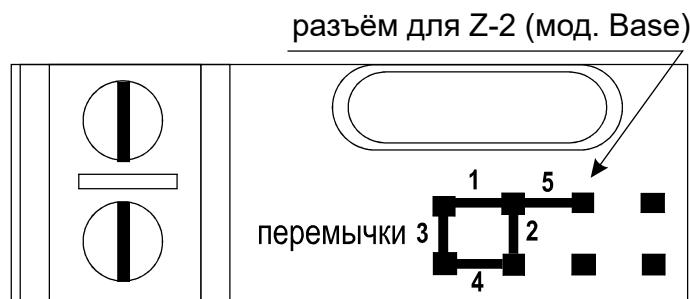
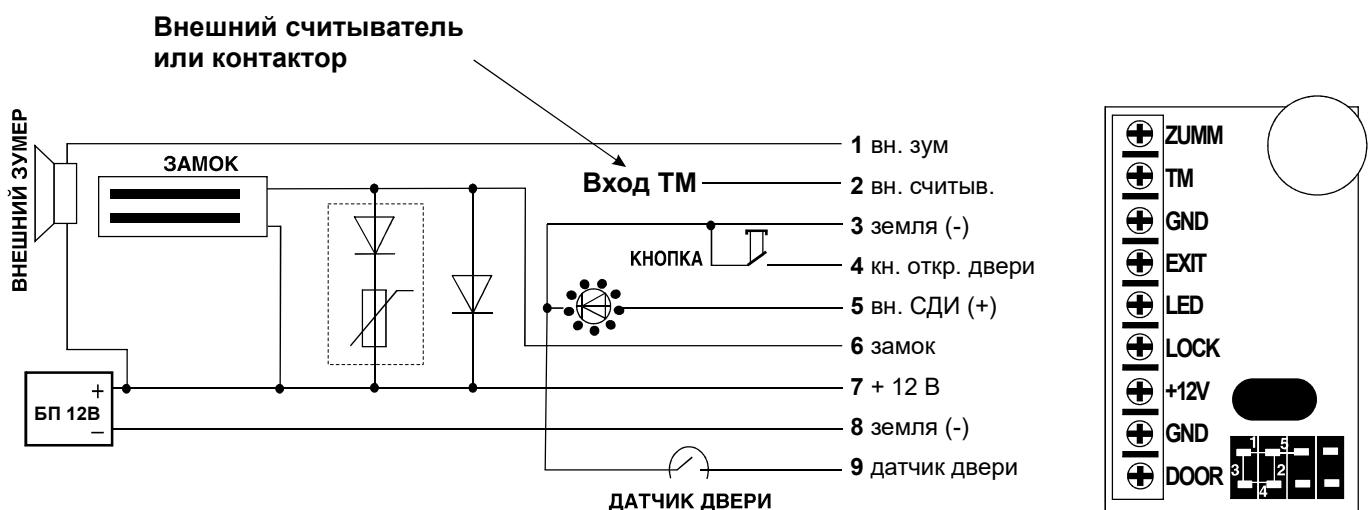

Рис. 3 Положение перемычек
Рис. 6 Подключение внешних устройств
В комплект поставки контроллера Z-5R входит перемычка, которая используется для программирования контроллера (всего пять положений) (см. рис.3).
Для уменьшения этой зависимости в контроллер встроена схема гашения тока, которая превращает «лишнюю» энергию в обмотке замка в тепло, что существенно сокращает время срабатывания замка. Однако возможности схемы не безграничны, и при трафике более 25 проходов за 5 минут она может выйти из строя из-за перегрева. Для защиты схемы гашения тока для таких точек прохода необходимо установить шунтирующий диод параллельно обмотке замка. После этого время срабатывания (открывания) электромагнитного замка может возрасти на 1-3 секунды по сравнению с работающей схемой гашения тока. Если такое увеличение времени неприемлемо, то рекомендуется последовательно с диодом установить варистор на напряжение до 14 вольт и рассеиваемой энергией от 0,7 Дж (рекомендуется V8ZA2P) (см. Рис.6).
4. Установите защитный диод (см. рис.6). В случае, если замок электромеханический, установите перемычку в положение 1 (см. рис.3).